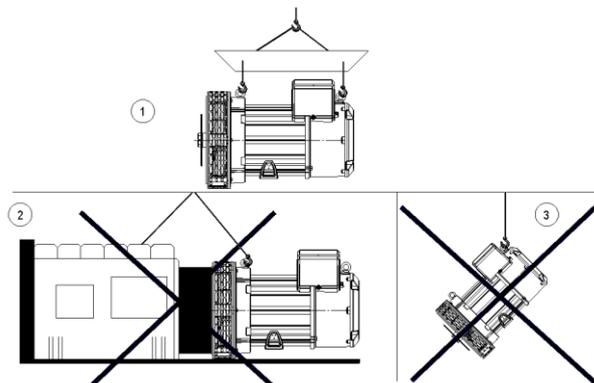

Abbildung 3.1: Handhabung der Lichtmaschine
- Die Positionen 1, 2 und 1 von Abbildung 3.1, stellen die richtige Handhabung von Generatoren dar und die Positionen 2 und 3 zeigen die falsche Handhabung.